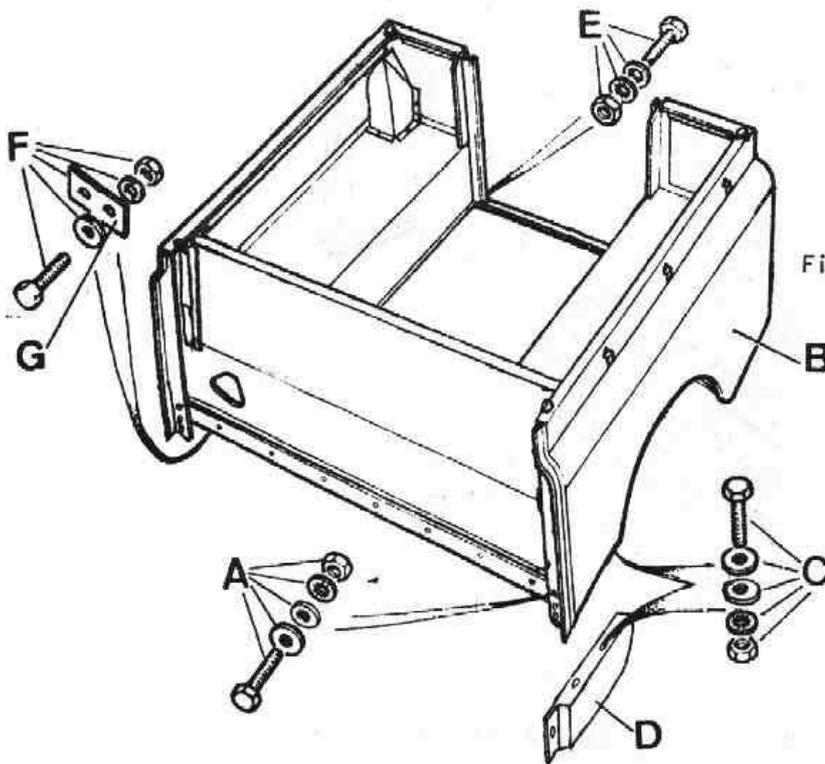

Fig. Q-48 Desmontaje de la caja de carga
- 1.6. Soltar los elementos de fijación, A (Fig. Q-48) de la caja de carga, B, a la base de asiento.
- 1.7. Soltar los elementos de fijación, C (Fig. Q-48) de los paneles umbrales traseros, D, a la caja de carga, B.
- 1.9. Soltar los elementos de fijación, E (Fig. Q-48) de la caja de carga, B, a los soportes del travesaño posterior del chásis.
- 1.10. Soltar los elementos de fijación, F (Fig. Q-48) de la caja de carga, B, a los soportes delanteros del chásis.
a) Poner cuantos suplementos, G (Fig. Q-48) sean necesarios entre los soportes delanteros del chasis y la caja de carga, B.
b) Antes de apretar los elementos de fijación, E y F (Fig. Q-48) de la caja de carga, B, al chasis, situar ésta en línea con los demás conjuntos de la carrocería, retaladrando su posición si fuese necesario.